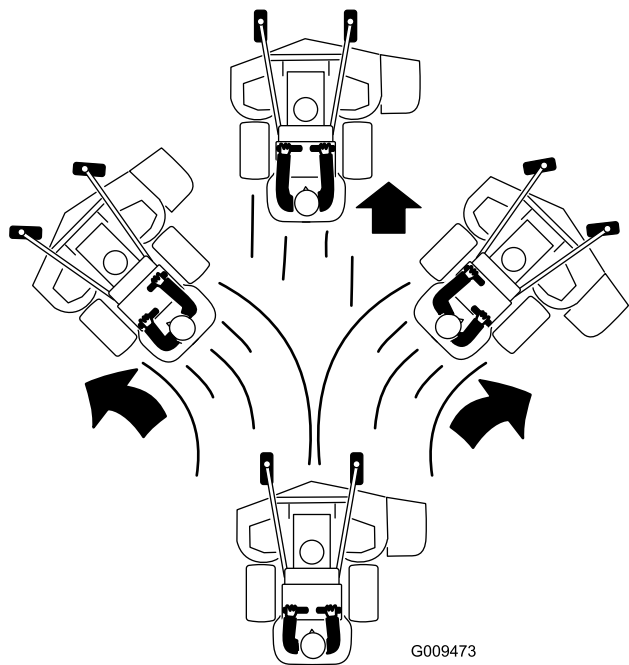

Bild 20
3. Schieben Sie die Fahrtriebshebel langsam nach vorne (Bild 20).